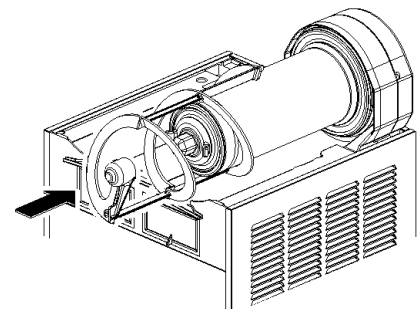

figura 15
- 6 Colocar sobre el evaporador el rascador exterior acoplado su extremidad anterior al árbol del rotor magnetico externo (ver figura 15).